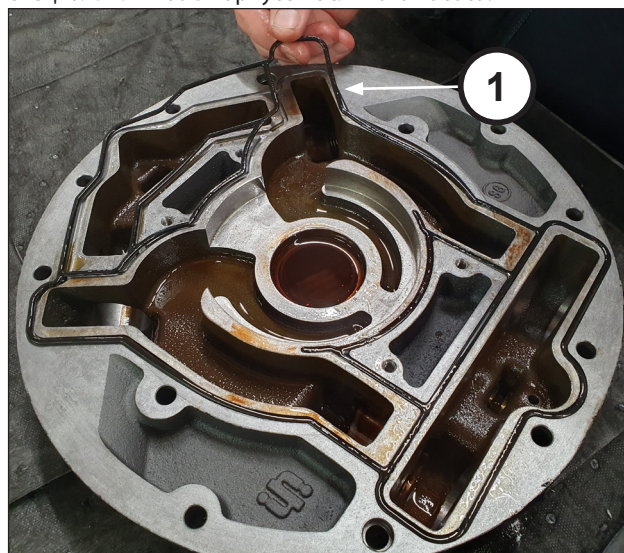

Рис. 92
Вставьте фасонное уплотнение O-ring (поз. ①, Рис. 92) в специальный паз в корпусе масляного насоса.